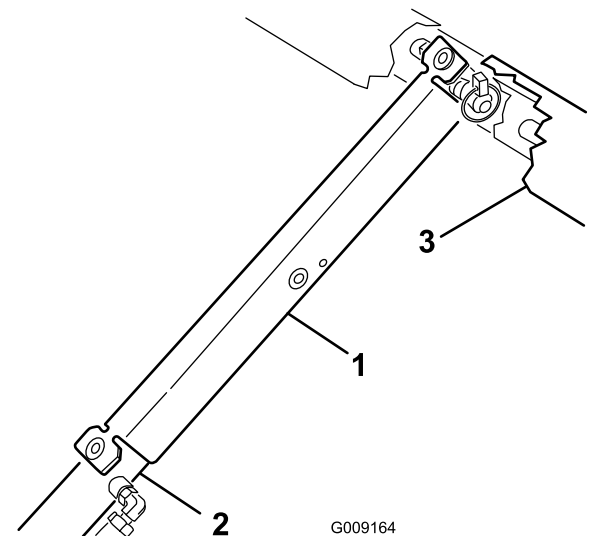

Figure 33
3. Poussez la béquille de sécurité sur la tige du vérin et appuyez bien les pattes d'extrémité contre l'extrémité du corps du vérin et l'extrémité de la tige du vérin (Figure 33).